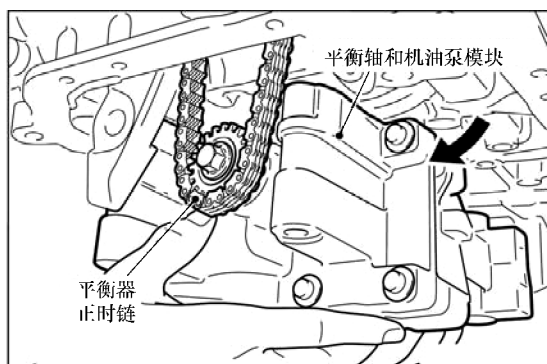

图 9-14 拆下平衡轴和机油泵模块
6) 从固定有平衡器正时链的橡胶框架上拆下平衡轴和机油泵模块，然后将其移至发动机中央，如图 9-14 所示。